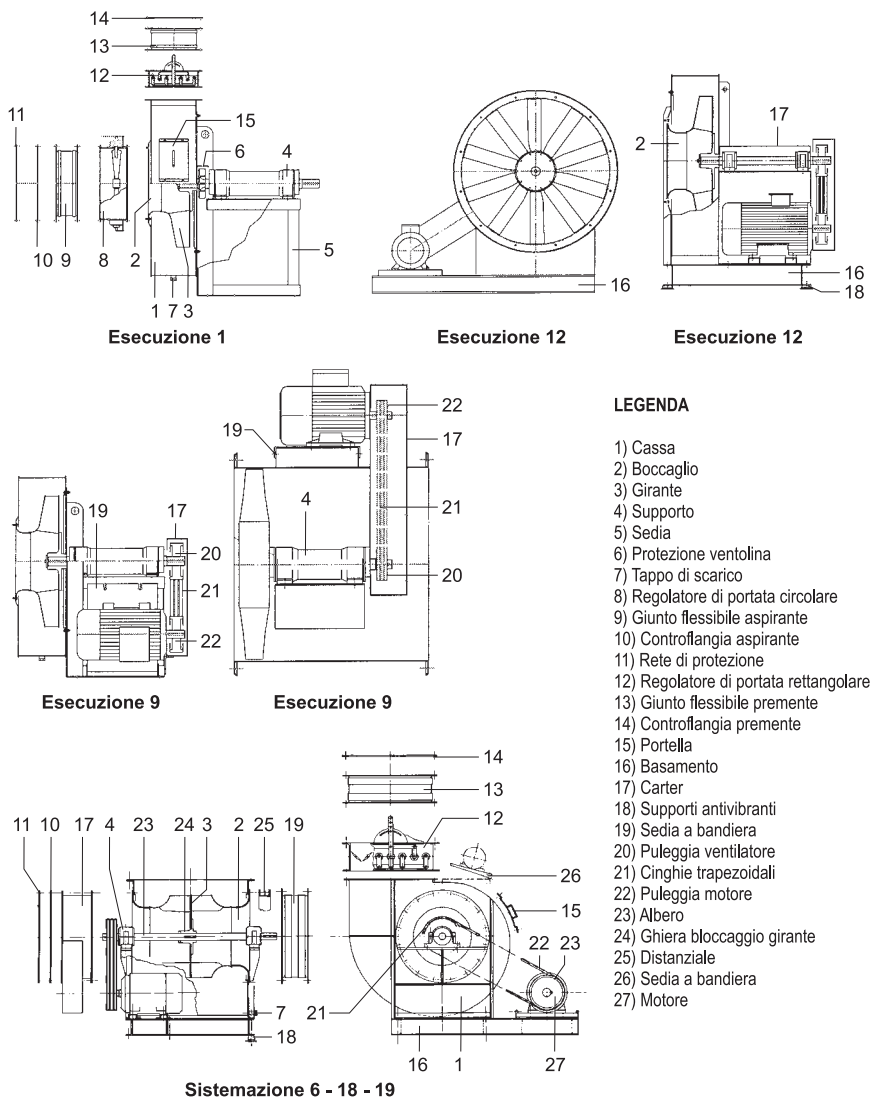

FIG. 5 (Esecuzione a trasmissione indiretta)
3.6.2- Esecuzione a trasmissione indiretta (FIG. 5)